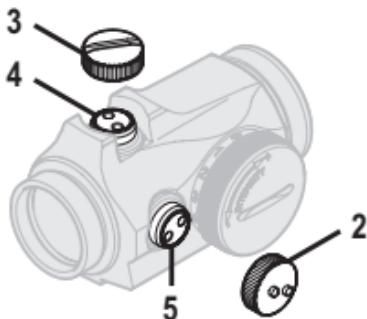

Fig. 2 Ta bort locken
- Öppna Linsskydden (11) (12).
- Sätt Vridomkopplaren (8) på en nivå där den röda punkten är tillräckligt ljusstark för att kontrastera mot målet.
- För att komma åt Höjdjusterskruven (4) och Sidojusterskruven (5), ta bort Justeringslocket (2) och Locket (3). Se Fig. 2.